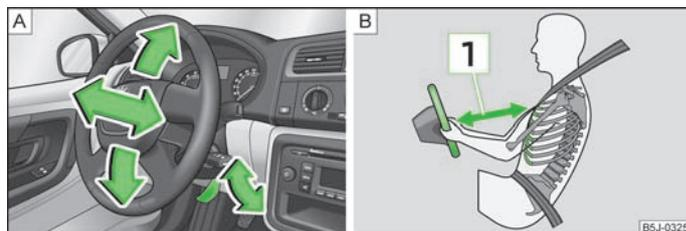

Fig. 75 Volante regolabile: Leva sotto il volante / distanza di sicurezza dal volante
- Abbassare la leva sotto il volante » fig. 75 - A.